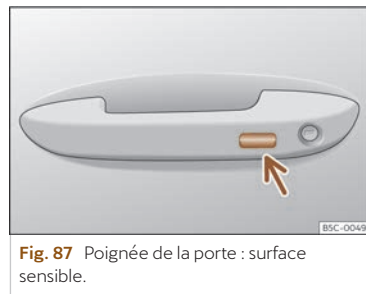

Fig. 87 Poignée de la porte : surface sensible.
- **OU** : à l'aide du système Keyless Access (verrouillage uniquement) : Appuyez un doigt pendant quelques secondes sur la surface sensible de verrouillage >>> **fig. 87** (flèche) de la poignée de porte jusqu'à ce que les vitres et le toit ouvrant se ferment. Si vous cessez de toucher la surface sensible, la fonction d'ouverture/fermeture s'interrompt.
Appuyez un doigt pendant quelques secondes sur la surface sensible de verrouillage >>> **fig. 87** (flèche) de la poignée de porte jusqu'à ce que le toit ouvrant se ferme. Si vous cessez de toucher la surface sensible, la fonction d'ouverture/fermeture s'interrompt.